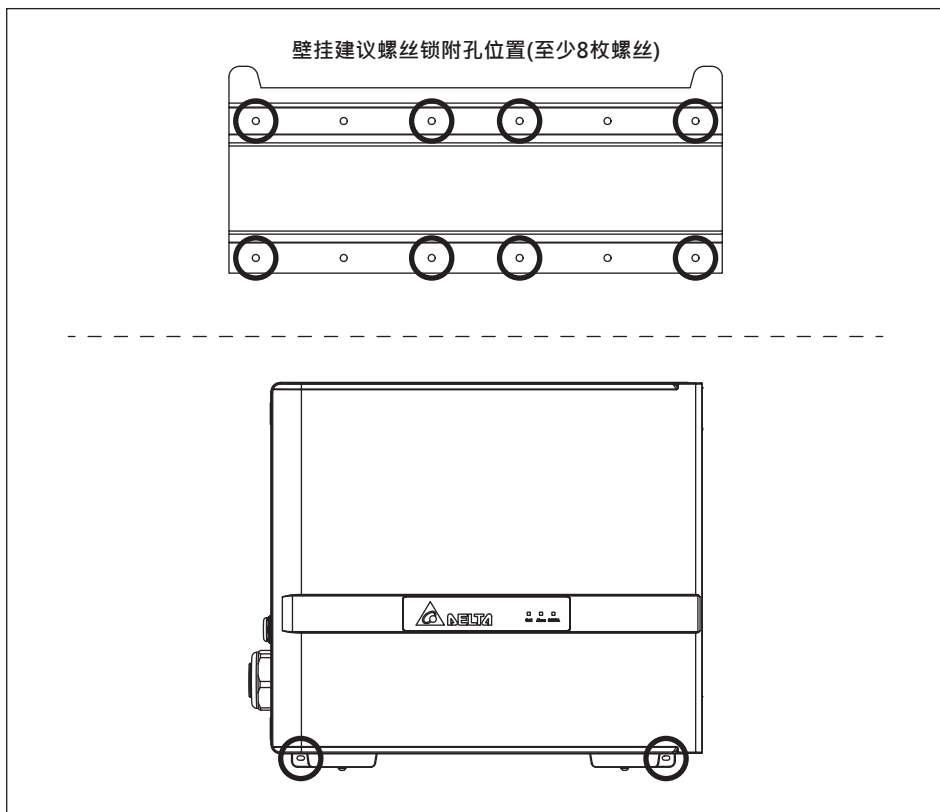

图 3-5: 壁挂螺丝锁附位置
3. 锁附12枚M6十字螺丝于壁挂架上。(图3-5)
5. 将产品锁附上2枚M6十字螺丝于图3-5所示之位置。